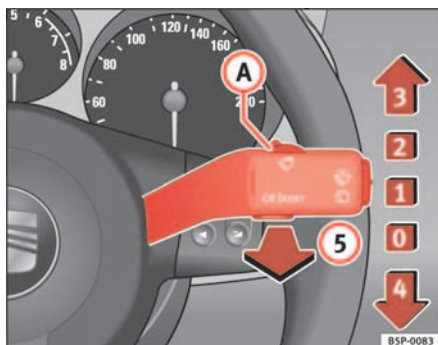

Abb. 84 Scheibenwischer- und Scheibenwascherhebel
Der Scheibenwischerhebel \Rightarrow Abb. 84 hat folgende Stellungen:
- Wenn bei eingeschalteter Wischerstufe ⇒ Seite 125, Abb. 84  oder  das Fahrzeug anhält, wird automatisch auf die nächste Stufe herunterge-